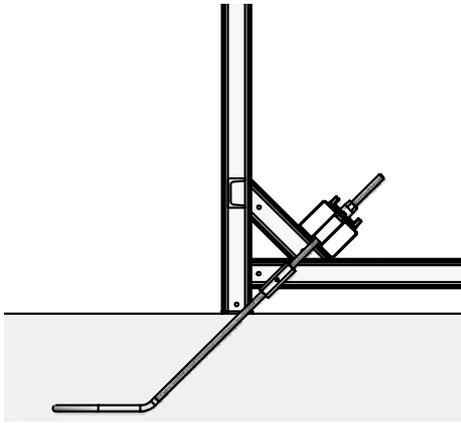

Fig. 13.1
- Ancrage moyennant la boucle d'ancrage DW 15 avec rail d'alignement 44 (Fig. 13.1, détail).